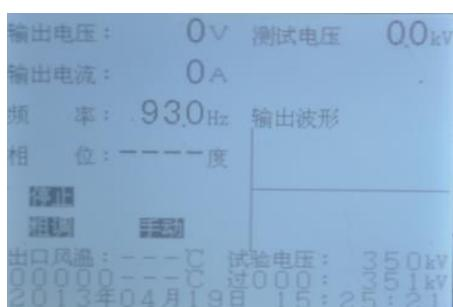

图 37 HMCXZW 变频电源装置调试界面图
14.1 在开启控制箱电源后，同时按动四个方向键（也就是“电压升高”、“电压降低”、“频率减小”、“频率增加”），维持三秒钟。进入了调试界面下图 37 所示。